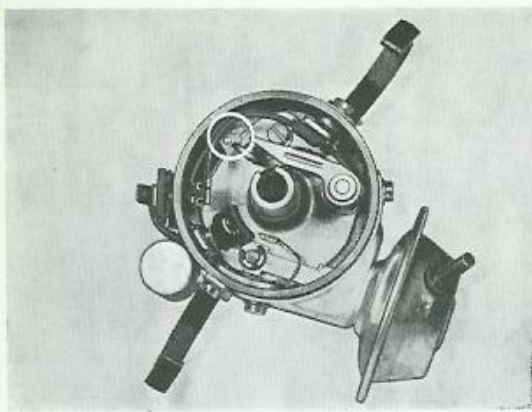

Bild 110. Urtag för justering av brytarkontakter.
2. Justering sker genom att lossa lite på skruven för brytarkontakterna och därefter sätta en skruvmejsel i urtagen, bild 110, och vrida tills slutningsvinkeln är korrekt. Drag därefter fast skruven för brytarkontakterna.